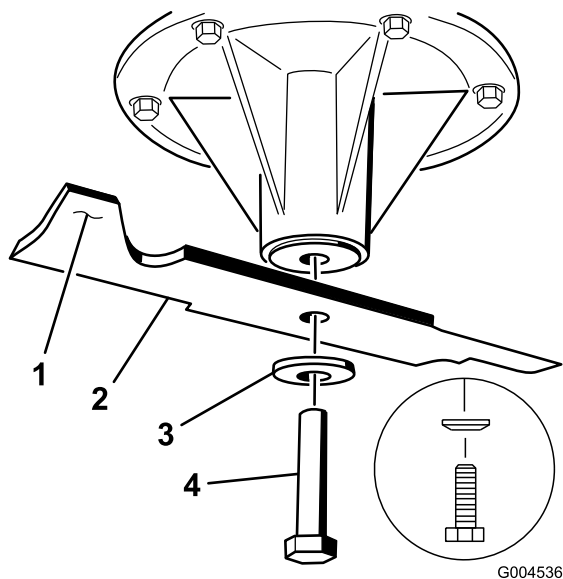

Figura 97
- Instale la cuchilla en el eje (Figura 97).
- Instale la arandela de muelle y el perno de la cuchilla (Figura 97).
**Nota:** El cono de la arandela de muelle debe estar orientado hacia la cabeza del perno (Figura 97).